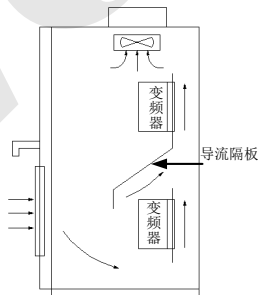

图 3-2 多台变频器的安装示意图
- (3) 多台变频器采用上下安装时, 中间应用导热隔板, 如图 3-2 所示。